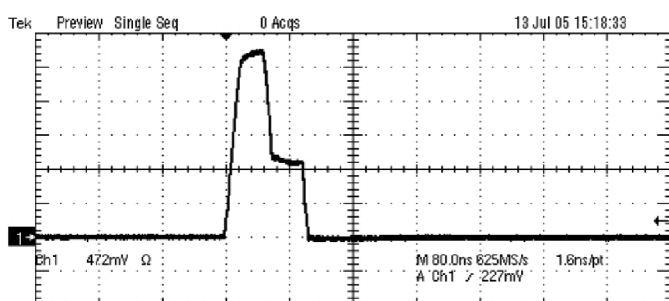

Рис. 5. Форма импульса Link Pulse (100 нс и 1,5 В размах)
9. Измерить нормальную форму пульса link pulse на TX+/- или на RX+/-, которые будут передаваться каждые 16 мс, при этом сетевой кабель не подключается. Форма импульса показана на рис. 5;